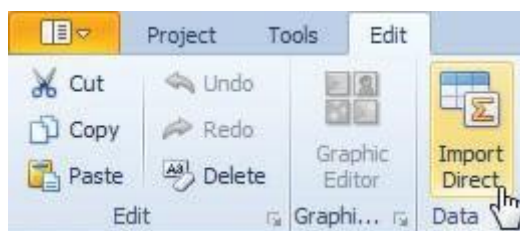

図 36 : エクセルシートインポートのアイコン
5.1 章の説明に従って、印字するマテリアルを選択してください。次に、図 36 に示すようにメニューから[直接インポート]を選択します。